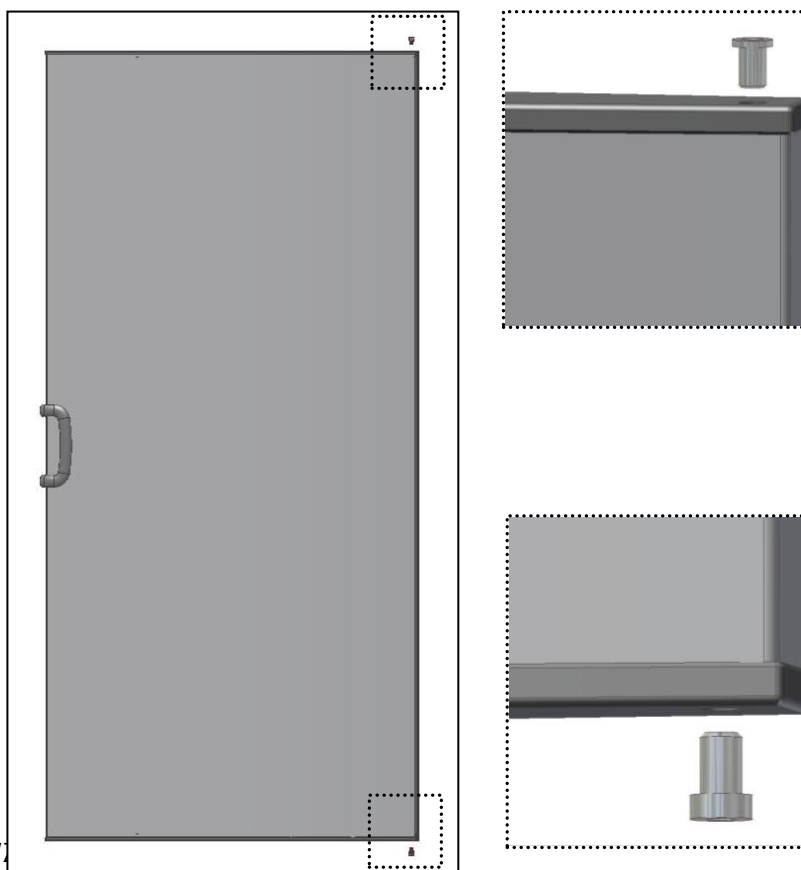

Fig. 8
- Collocare **cuscinetti** nella parte inferiore e superiore della porta (Fig.8).